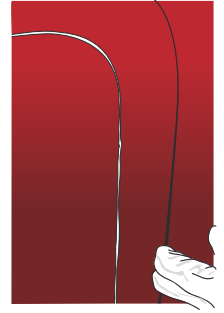

Abbildung 18
*TIPP! Um zu verhindern, dass der Untergrund an den Schnittstellen sichtbar ist (Abb. 18), können Sie vorher ein Stück der Folie auf den Teil des Untergrunds kleben, der der konkaven Seite entspricht, die danach eingeschnitten wird. Wenn Sie dann die Folie verkleben und den Schnitt ausführen, ist der Untergrund durch die doppelte Folienschicht nicht sichtbar. Schnitt ausführen und überschüssiges Material sofort nach der Verklebung entfernen.*